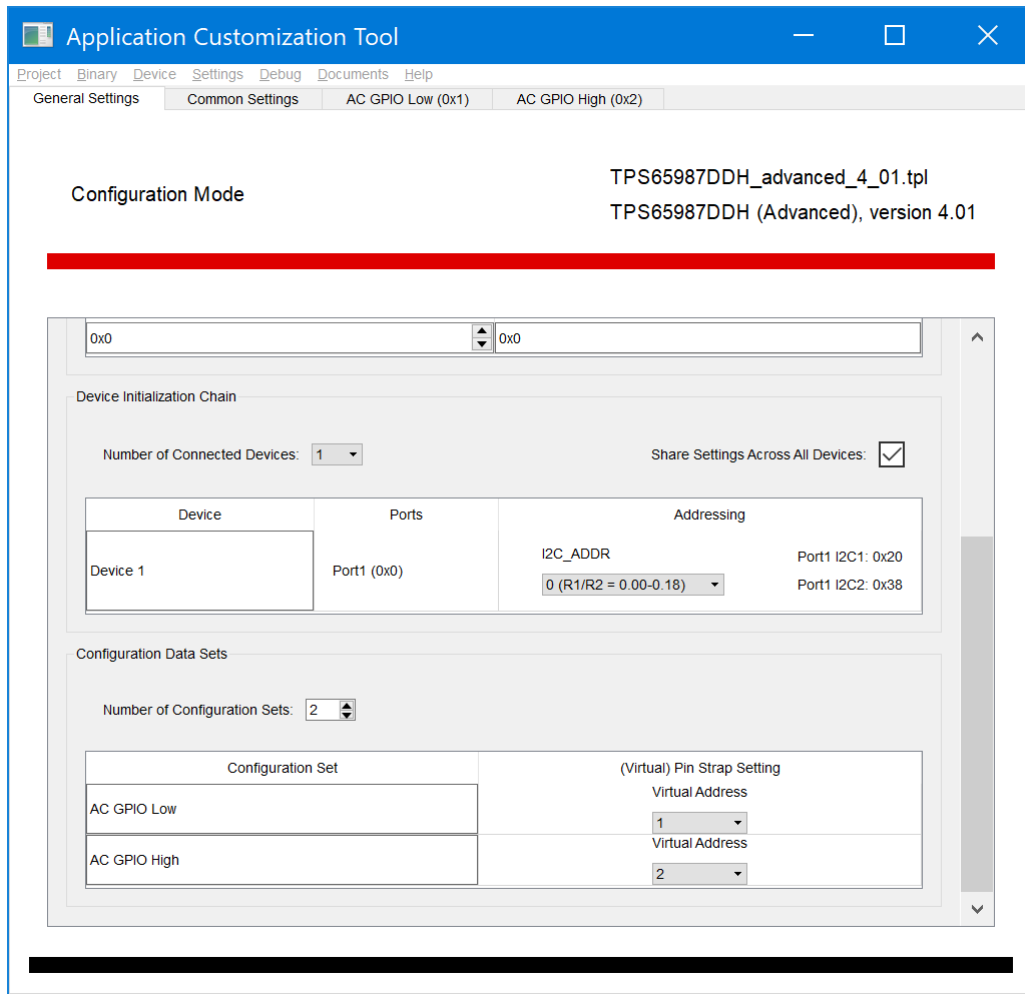

图 3-3. 配置集数量
2. 将 *General Settings* 中的 *Number of Configuration Sets* 改为 2，然后将 *Virtual Device 1* 改为 *AC GPIO Low*，将 *Virtual Device 2* 改为 *AC GPIO High*，如图 3-3 中所示。